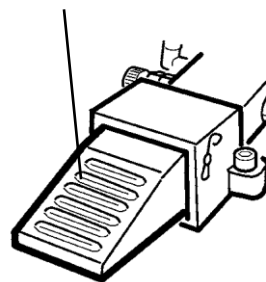

Рис. 20
- Нажимайте и отпускайте педаль для накачивания шин (Рис. 20), проверяя между подачами воздуха давление по манометру (Рис. 18), до полной установки шины на обод.